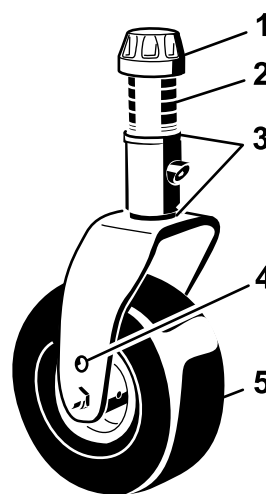
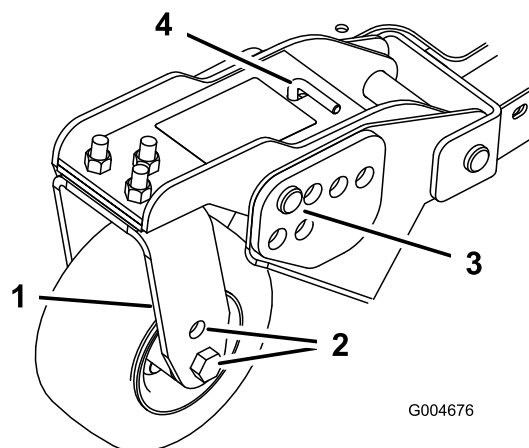
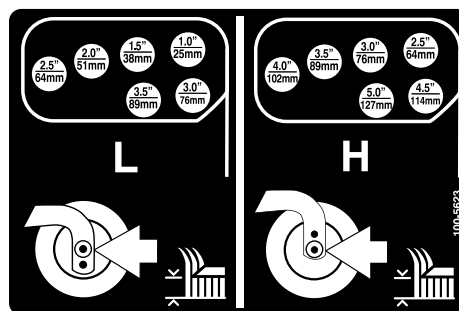

Figure 21
Figure 23
Figure 24
- Placez les essieux des roues pivotantes dans les mêmes trous sur toutes les fourches (Figure 21 et Figure 23).
- Enlevez le chapeau de tension de l'axe de pivot et sortez l'axe du bras de la roue pivotante (Figure 21).
- Enlevez la goupille fendue et les axes de chape des bras pivotants (Figure 23).
- Tournez la tige de tension pour élever ou abaisser le bras de pivot jusqu'à ce que les trous soient en face de ceux du support de hauteur de coupe sélectionnés dans le cadre du plateau de coupe (Figure 23 et Figure 24).